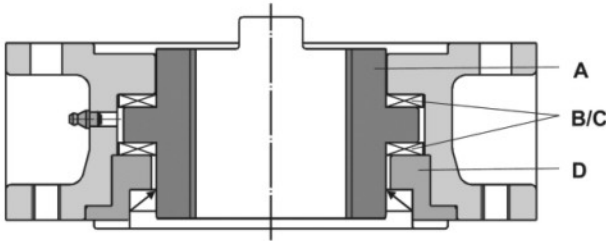

图1: A型输出轴
- 首先加工好A型输出轴（见图1）的螺纹，若未加工则按以下步骤进行：